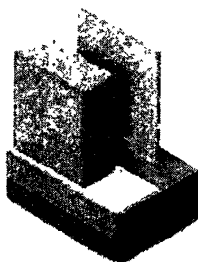

Рисунок 8
- удалить опалубку из схватившегося бетона (рисунок 8);